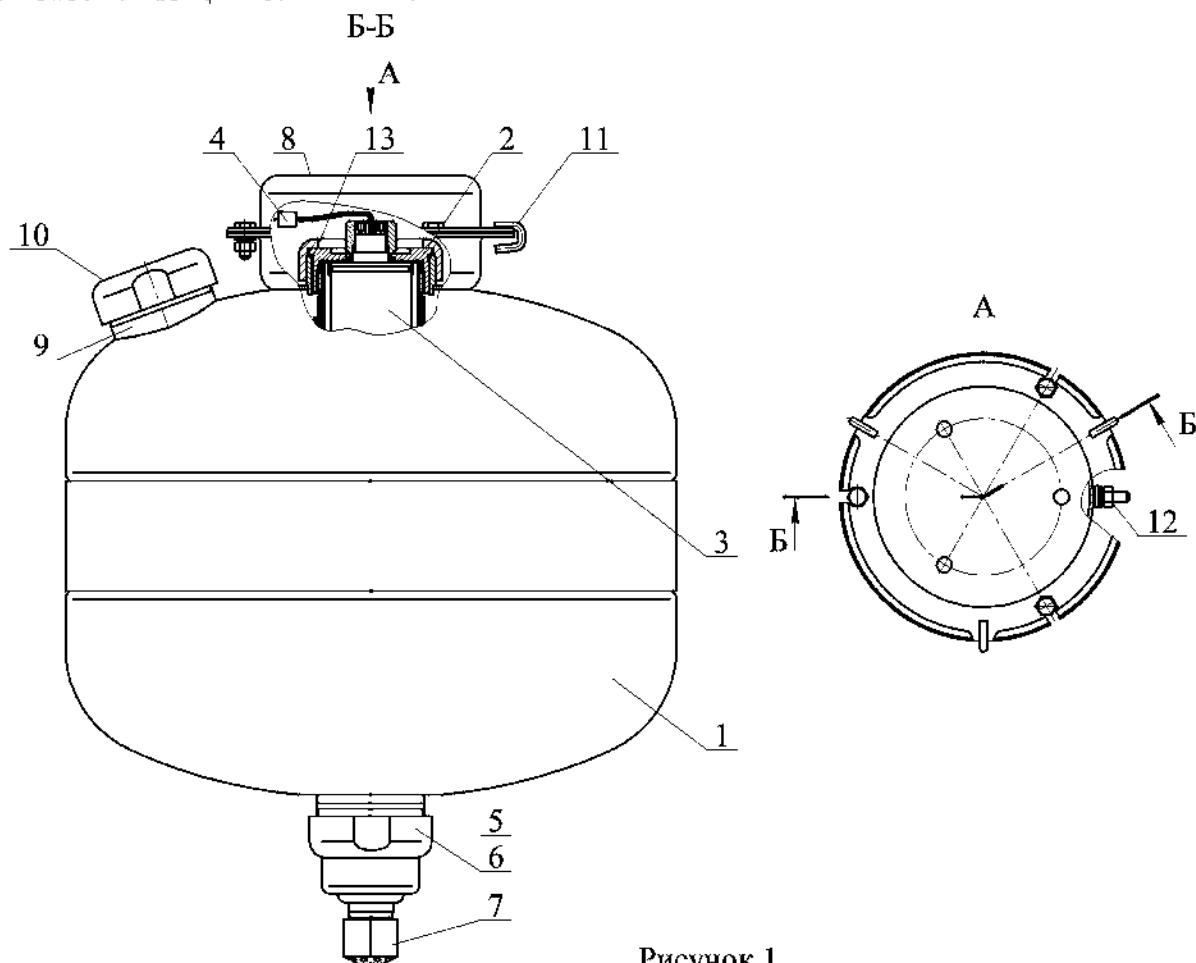

Рисунок 1
4.1.1 МУПТВ (см. рисунок 1) состоит из корпуса 1, заправленного ОТВ, в котором размещено газогенерирующее устройство 2. В герметичный корпус газогенерирующего устройства установлен ИХГ 3 с элементом электропусковым 4. Нижняя горловина корпуса перекрыта срезной мембраной 5, которая поджата гайкой 6. С гайкой 6 через фильтрующий элемент соединен насадок-распылитель 7. В верхней части корпуса расположены кронштейн 8 для крепления к потолочному перекрытию, горловина 9 для заливки ОТВ и предохранительный клапан 10. Для фиксации МУПТВ при монтаже на кронштейне 8 закреплены три скобы 11. МУПТВ имеет заземляющий зажим 12.
4.2.1 После подачи электрического импульса на выводы элемента электропускового 4 (см. рисунок 1) ИХГ 3 генерирует газ, который создает давление внутри корпуса МУПТВ для вскрытия мембранны 5 и выпуска через насадок-распылитель 7 в зону горения тонкораспыленной струи ОТВ.
6.3 Закрепить кронштейн **8** (см. рисунок 1) на потолке. Координаты отверстий в кронштейне приведены на рисунке 3.
6.5.1 Залить в отверстие верхней горловины **9** (см. рисунок 1) воды по ГОСТ 6709-72, СанПиН 2.1.4.1074-01 (температура воды должна быть плюс ($15\ldots25$) $^{\circ}\text{C}$) объемом $18,22^{+0,2}$ дм 3 . Открыть упаковку с жидкостью добавкой к воде и залить ее в отверстие верхней горловины **9**.
6.6.3 Полученный раствор ОТВ залить в отверстие верхней горловины **9** (см. рисунок 1). Для окончательного приготовления ОТВ открыть упаковку с жидкой добавкой и залить ее в отверстие верхней горловины **9**.
6.8 Накрутить до упора насадок-распылитель **7** (см. рисунок 1).
7.3 Комплект поставки для перезарядки МУПТВ (см. рисунок 1):